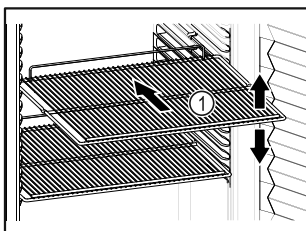

Fig. 48 Példaként szolgáló ábrázolás
- ❑ Ha a tárolófelületek Fig. 48 (1) áthelyezhetőek, akkor igazítsa be őket a kívánt magasságnak megfelelően.